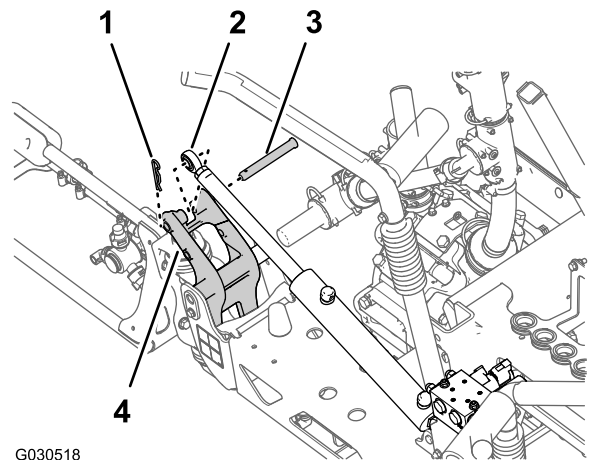

Bild 40
2. Nehmen Sie den Lastösenbolzen und den Splint ab, mit denen das Stangenende des Hubzylinders an der Schwenkhalterung befestigt ist (Bild 40).